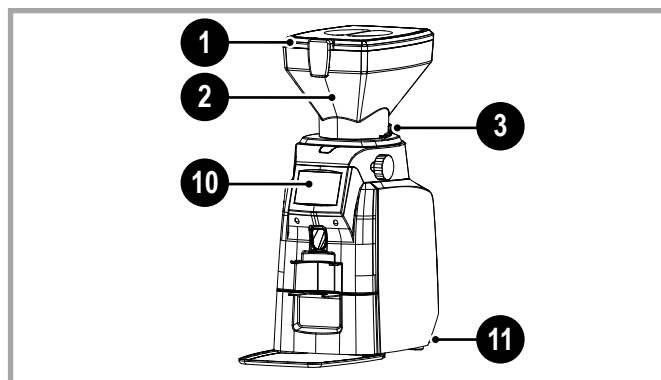

Fig. 6.1 - Puesta en funcionamiento diaria
Para la puesta en funcionamiento diaria, consultar la Fig. 6.1.
- Encender el aparato colocando el interruptor (11 - Fig. 6.1) en la posición "1".
- Al encender el molinillo-dosificador, se muestra el icono de la marca en la pantalla (10 - Fig. 6.1), seguido de la vista principal.
- Al finalizar la actividad diaria, apagar el aparato girando el interruptor general (11 - Fig. 6.1) a la posición "0".
- Controlar que la tolva (2 - Fig. 6.1) esté situada correctamente en el molidor dosificador.
- Levantar la tapa (1 - Fig. 6.1), y llenar la tolva con el café en granos.
- Comprobar que la compuerta está completamente abierta (3 - Fig. 6.1) tirando de ella hacia fuera.
También se puede acceder al índice granulométrico pulsando la barra (consultar 5 - Fig. 6.1).